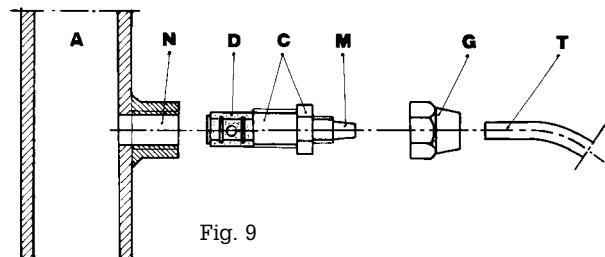

Fig. 9
- g. - Seleccione el punto de inyección más apropiado en la tubería de la instalación a tratar y coloque un empalme de 3/8 " gas hembra. Este empalme no viene con la bomba. Enrosque la válvula de inyección en el empalme con la junta de impermeabilización de Teflón Fig.9. Conecte el tubo de la juntura cónica de la válvula de inyección y asegúrelo con la abrazadera G correspondiente. La válvula de inyección es también una válvula estática.
### 3.1 -ESQUEMA DE MONTAJE DE LA VÁLVULA DE INYECCIÓN FIG. 9